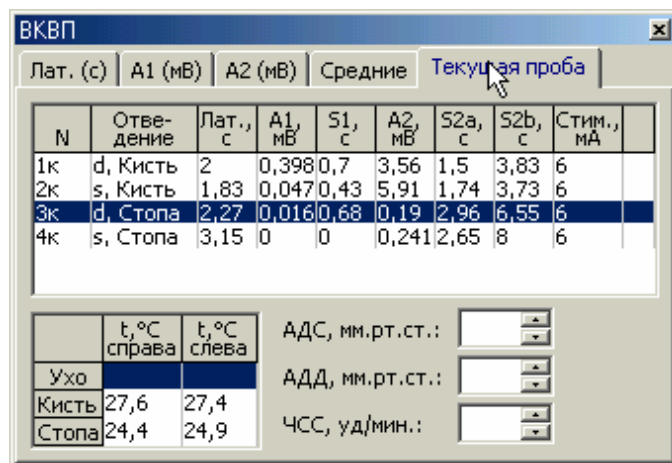

Рис. 3.42
- поместите курсор мыши на закладку окна быстрого анализа (Рис. 3.42);